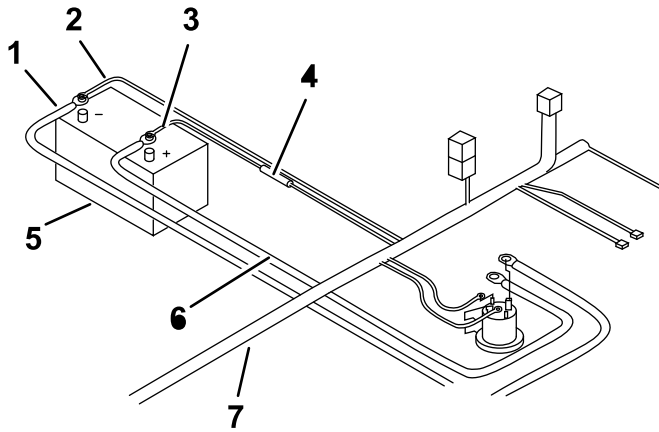

Bild 14
- Schließen Sie das schwarze Strom- bzw. Erdungskabel am Minuspol (-) der Batterie an (Bild 14).
- Schließen Sie das braune Kabel am Minuspol der Batterie an (Bild 14).
- Schließen Sie das freie Ende des Batteriekabels am Pluskabel (+) der Batterie an (Bild 14).
- Schließen Sie das rote, gesicherte Kabel am Pluspol (+) der Batterie an (Bild 14).